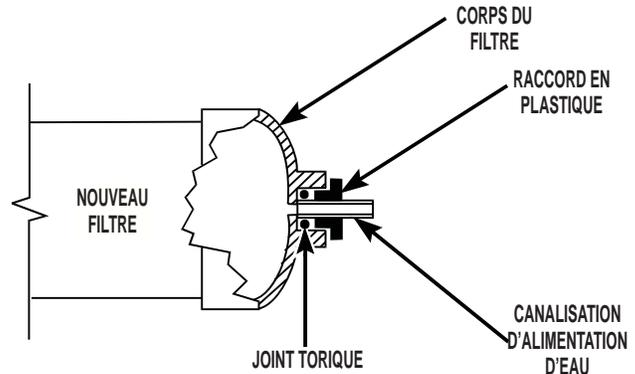

FIGURE 3
5. Insérer la canalisation d'entrée d'eau dans l'orifice d'entrée du nouveau filtre, à travers le raccord en plastique. La canalisation d'alimentation d'eau devrait être insérée dans le filtre sur une distance de 5/8" (16 mm). Voir la Figure 3.